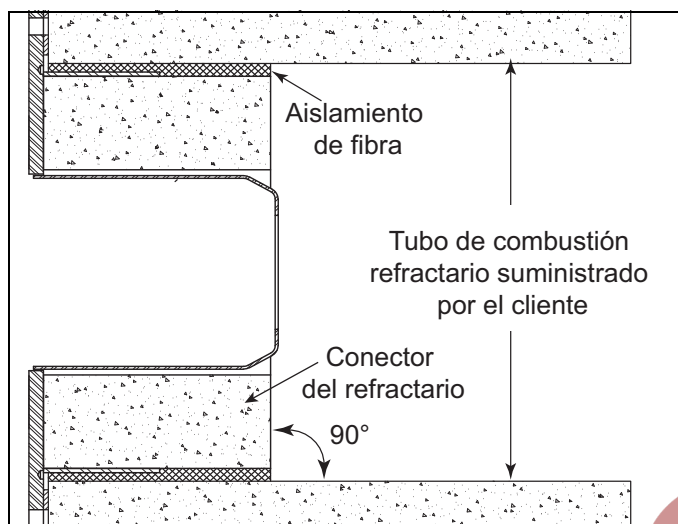

Figura 3.5. Conector del refractario
- Las dimensiones del tubo de combustión deben ser aquellas especificadas en la ficha técnica de Winnox para la serie 111. Consulte la figura 3.5.